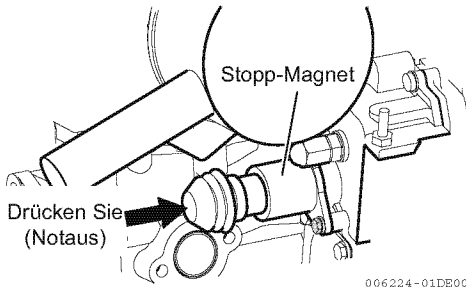

Abbildung 13
- 2- Betätigen Sie den Anlasser und drücken Sie gleichzeitig den Nothaltknopf (**Abbildung 13**) auf der Rückseite der Kraftstoffpumpe ein. Hierdurch wird die Kraftstoffzufuhr unterbrochen.